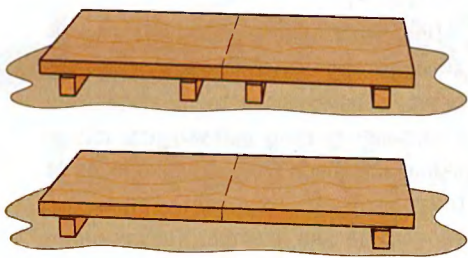

Рис. 7. Применение подкладок.
4. При поперечном раскрое пиломатериалов всегда применяйте подкладки, располагая их так, чтобы пильный диск не защемило (рис. 7). Этим вы уберёжете себя и дорогостоящий инструмент от любых неприятностей.